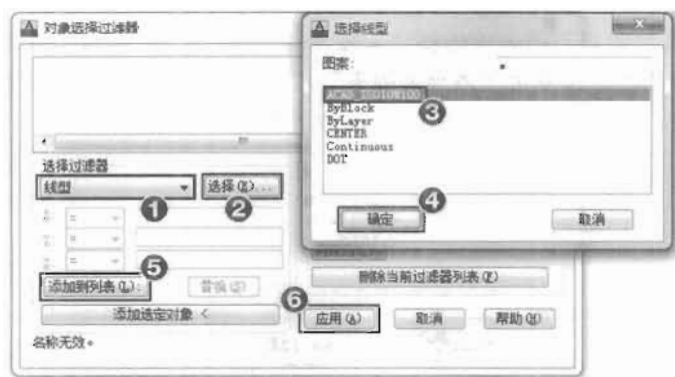

图 5-111
(2) 在命令提示行中输入 filter 命令并按 Enter 键，在弹出的对话框的“选择过滤器”列表中选择“线型”，再单击“选择”按钮，在弹出的对话框中选择点画线，具体操作步骤如图 5-111 所示。